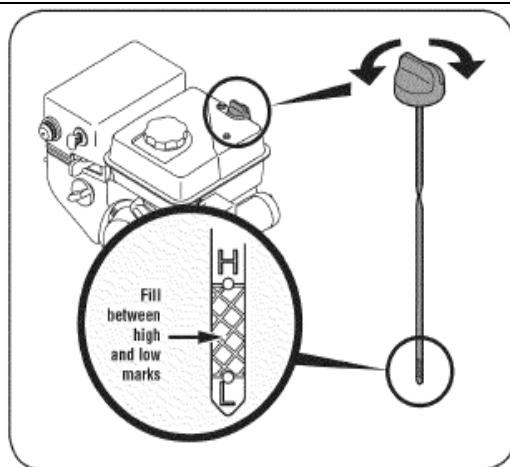

Рис. 18
3. Отверните крышку и извлеките щуп. Если уровень масла не достаточный, то медленно долейте рекомендованного масла, что бы он находился между отметками высокий (H) и низкий (L). См. Рис. 18.